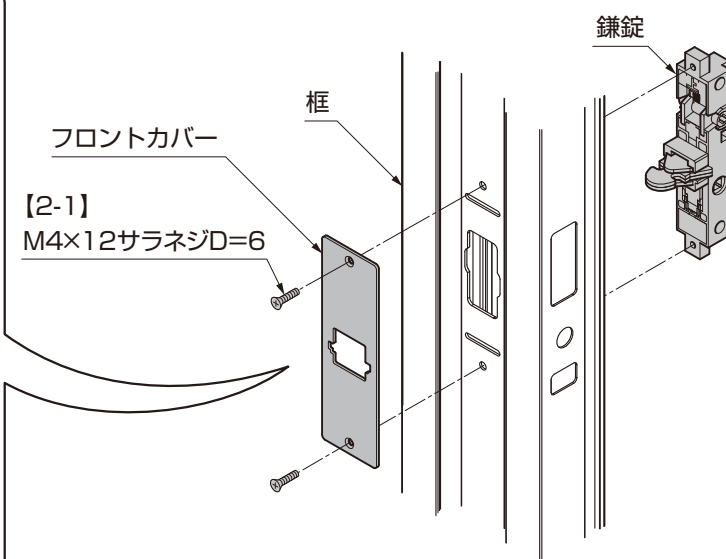

図3-10
① 錠掛け側の枠に、鎌錠を差込み、フロントカバーで枠を挟み込むようにして【2-1】で仮固定してください。（図3-10参照）
(2) ハンドルの勝手変更 ※必要な場合のみ実施